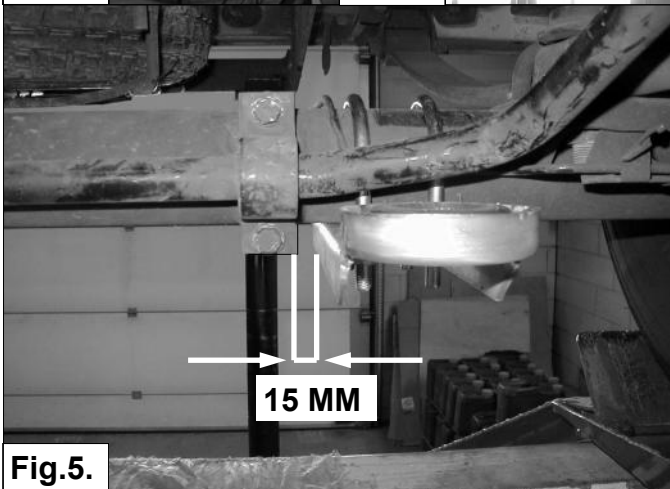

Fig.5.
5. Montez le support inférieur **B** avec les boulons en U F à **15 mm** du support de la barre stabilisatrice. Veillez à ce que la distance X à l'avant soit la même qu'à l'arrière. Serrez les écrous des boulons en U à **20 Nm**. Si nécessaire, pliez soigneusement la conduite de frein pour qu'elle ne puisse pas toucher le ressort auxiliaire ou la plaque de ressort. Voir les figures 5 et 6.